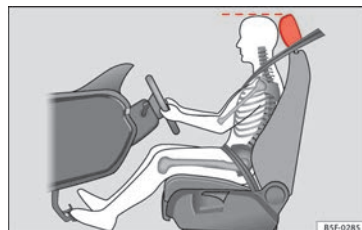

Fig. 83 Posição correta do encosto de cabeça do condutor.
- Ajuste o encosto de cabeça de modo a que o rebordo superior do mesmo fique alinhado com a parte superior da sua cabeça » **Fig. 83.**